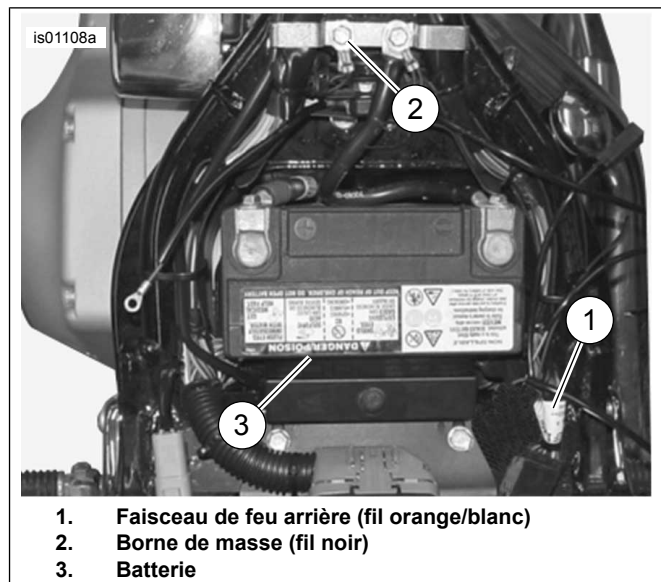

Figure 2. Connexions de l'alimentation et de la masse (modèles Softail)
4. Voir Figure 2. Poser la borne circulaire sur les filets de la vis de masse. Assujettir la vis de masse au cadre (2) et serrer selon la spécification de couple dans le manuel d'entretien.
1. Voir Figure 2. Couper avec soin pour ouvrir une partie de la gaine du faisceau de feu arrière (1) à un point accessible sous la selle et couper le fil orange/blanc.